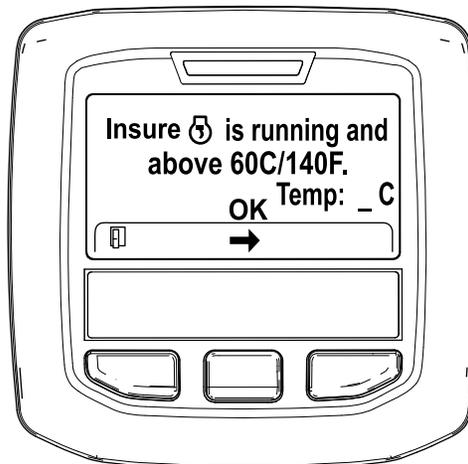

Figura 33
5. Si la temperatura del refrigerante se encuentra por debajo de 60 °C (140 °F) aparece el mensaje "Insure  is running and above 60C/140F" (Asegúrese de que está funcionando y por encima de 60 °C/140 °F). (Figura 33).